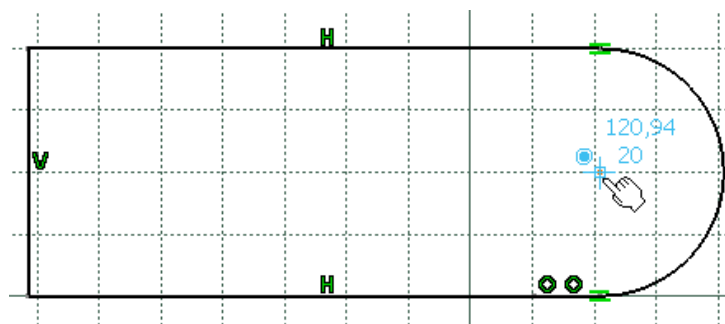

Рис. 25
3) Вибрати центр заокруглення для визначення центру кола. **SmartPick** відображає символ, вказуючи що виявлено збіг між двома точками (Рис. 25).